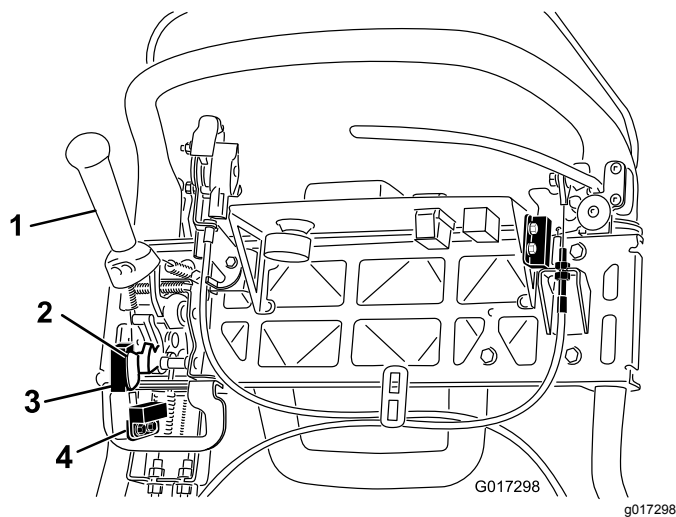

図 44
4. インタロックスイッチを固定しているねじをゆるめる 図 44。
5. 走行レバーとインタロックスイッチとの間に厚さ 1.6 mm のすきまゲージをはさむ 図 44。
4. 刈り込みセンサー取り付けねじをゆるめる 図 44。
5. 刈り込みセンサーフラグとセンサーとの間に厚さ 1.6 mm のシムをはさむ 図 44。